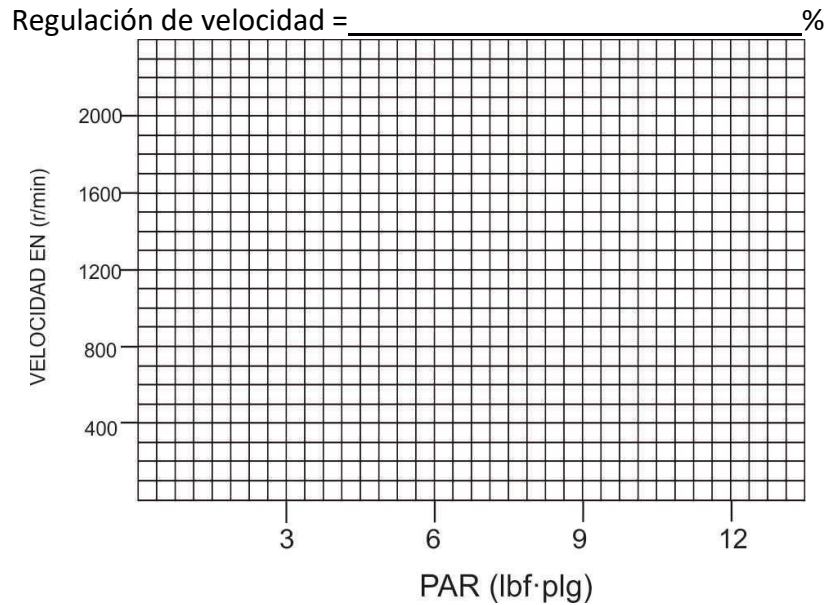

Figura 2
- a) Marque los valores de velocidad del motor tomado de la tabla 1, en la gráfica de la figura 2.